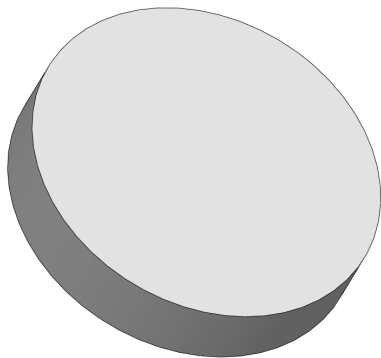

图 15-3 创建拉伸凸台特征
(3) 退出草图绘制环境, 单击【拉伸凸台/基体】按钮, 选择新绘制的草图, 弹出【凸台-拉伸】属性管理器, 设置【深度】为 30, 单击【确定】按钮, 即可创建拉伸凸台特征, 效果如图 15-3 所示。